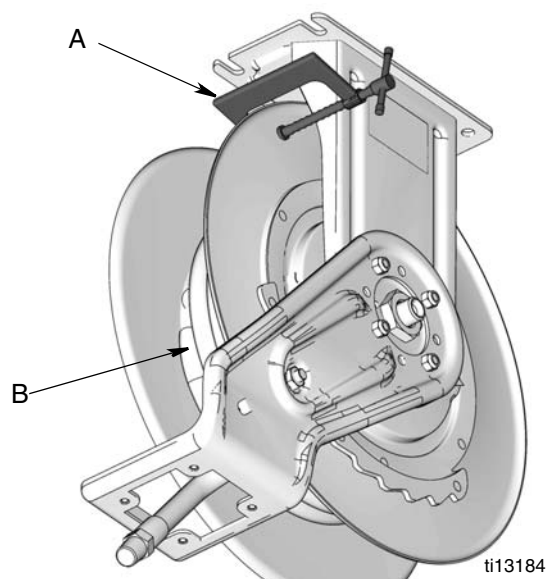

Рис. 19
3. Прикрепите зажимную скобу (А) к фланцу барабана, чтобы предотвратить его случайную расфиксацию и свободное вращение (Рис. 19).